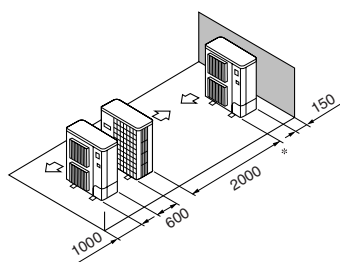

Fig. 2-12
- ⑤ Απλή παράλληλη διάταξη μονάδων (Fig. 2-12)